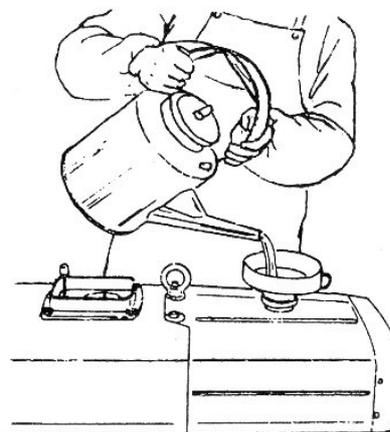

Fig. 3 Colocar combustível no tanque
2.2- Abrir o tanque de combustível, colocar Diesel limpo já totalmente filtrado (Fig. 3).